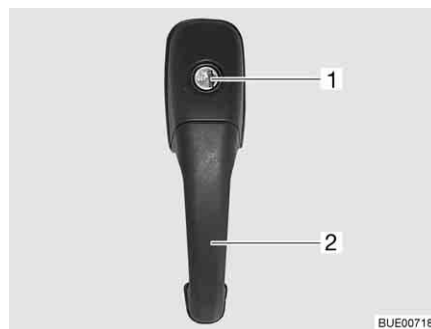

Bild 27 Dörrlås ingångsdörr, utsida
- Stick in nyckeln i låscylindern (Bild 27,1) och vrid den ända tills dörrlåset har låsts upp.
- Drag i dörrhandtaget (Bild 27,2). Dörren är öppen.
- Stick in nyckeln i låscylindern (Bild 27,1) och vrid den ända tills dörrlåset har låsts.